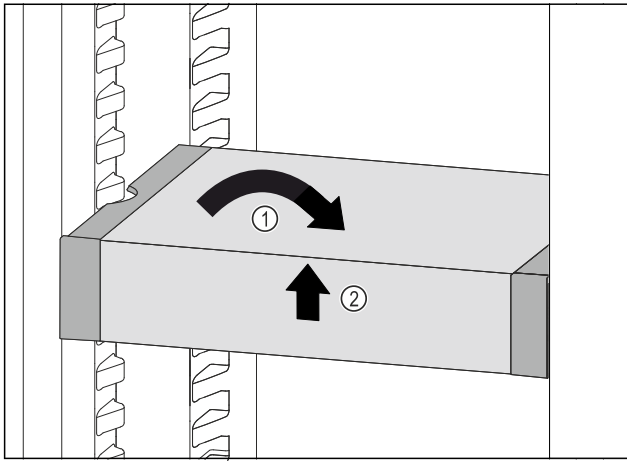

Fig. 59
- ▶ VarioSafe gerade stellen. Fig. 59 (1)
- ▶ VarioSafe vorne anheben. Fig. 59 (2)